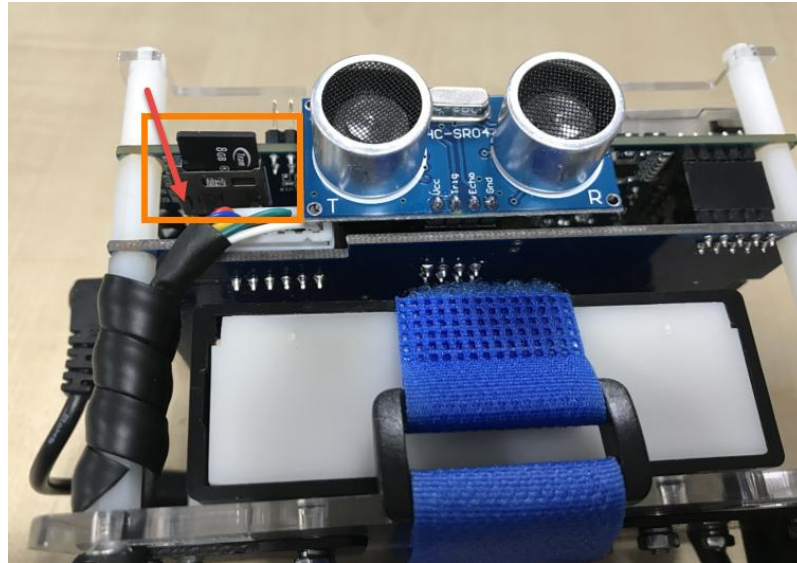

图 7-2 Micro SD 卡插入平衡车
- 如图 7-2 所示，将 Micro SD 卡插入平衡车。设置 SW10 MSEL[4:0] 为"01010"，如图 7-3 所示。